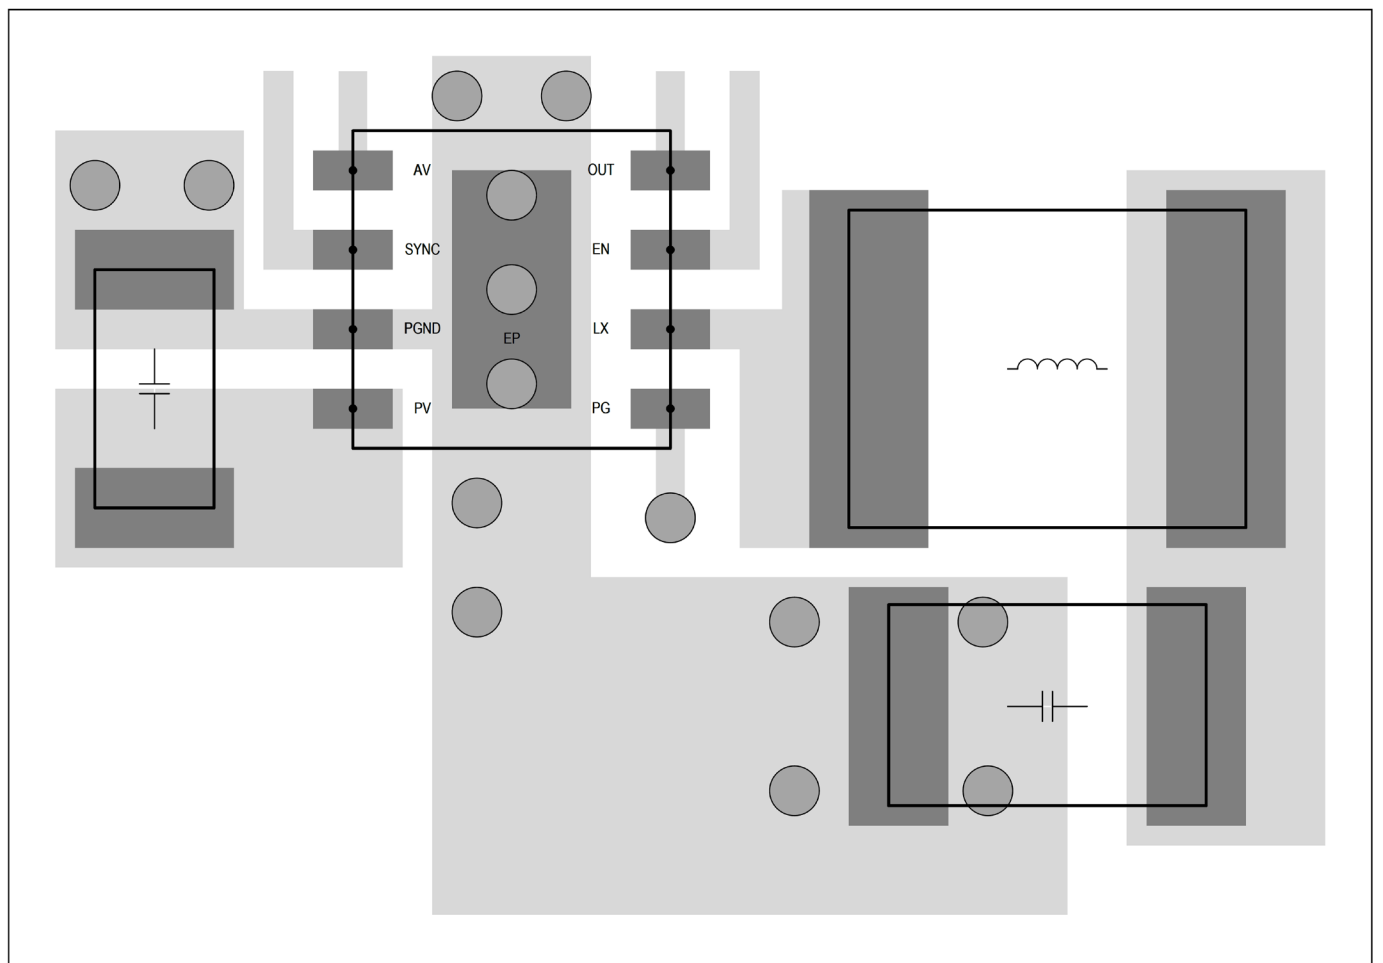

図 2. IC および DC/DC 部品のレイアウト例
- 露出パッド (EP) に複数のビアを配置し、それらを部品の下にあるすべてのグラウンド層に接続します。EP は、エポキシ樹脂でダイに接着されます。これは IC から熱を放出する優れた方法です。直径 0.3mm のビアを 3 個、一列に並べることを推奨します。
- IC と DC/DC コンポーネントの真下にある層は、途切れないグラウンド・プレーンにします。本デバイスおよび各部品の GND ピンを低インピーダンスの接続部と接続し、それらのピンの近くに GND へのビアをいくつか追加します。グラウンド・プレーンは、回路で、または回路付近で分割しないでください。IC および DC/DC コンポーネントのレイアウト例については、図 2を参照してください。